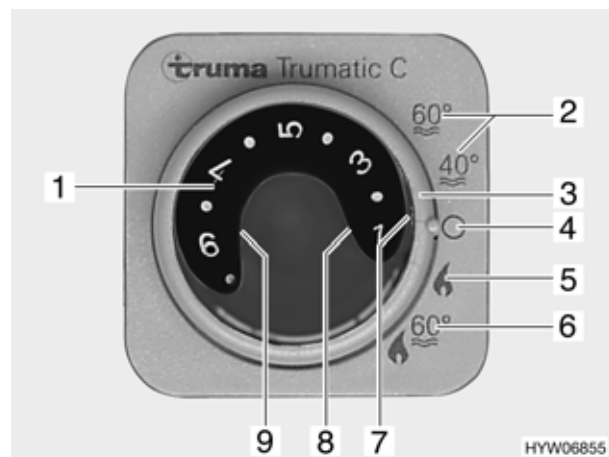

Fig. 142 Centralina di controllo per riscaldamento/boiler
■ Impostare la modalità di funzionamento tramite l'interruttore girevole (Fig. 142,3):
- Funzionamento estivo "40 °C" o "60 °C" (Fig. 142,2)
- Funzionamento invernale "Riscaldamento senza boiler" (Fig. 142,5)
- Funzionamento invernale "Riscaldamento e boiler" (Fig. 142,6)
- Spento (Fig. 142,4)
A seconda della temperatura ambiente desiderata, il riscaldamento seleziona automaticamente il livello del bruciatore necessario. Al raggiungimento della temperatura ambiente desiderata, il bruciatore si spegne. Durante la modalità di funzionamento "Riscaldamento e boiler" (Fig. 142,6) è riscaldata anche l'acqua nel boiler. Nella modalità di funzionamento "Riscaldamento senza boiler" (Fig. 142,5) è possibile far funzionare il riscaldamento con il boiler vuoto.
- Impostare la manopola della temperatura (Fig. 142,1) sulla centralina di controllo scegliendo la temperatura desiderata.
- Posizionare l'interruttore girevole (Fig. 142,3) su funzionamento invernale "Riscaldamento senza boiler" o "Riscaldamento e boiler".
Si accende la luce spia verde (Fig. 142,7).
- Posizionare l'interruttore girevole (Fig. 142,3) su "Spento" (Fig. 142,4).
- ▷ Se il riscaldamento sulla centralina di controllo (Fig. 142) è impostato su funzionamento estivo (Fig. 142,2) e il selettore di energia su funzionamento misto (Fig. 143,4 o 5), il riscaldamento funziona perciò solamente con esercizio a 230 V. Il bruciatore per gas non viene inserito.
La combinazione funzionamento a gas e funzionamento elettrico a 230 V diminuisce il tempo di riscaldamento (è possibile solo se il riscaldamento viene impostato sulla centralina di controllo (Fig. 142) su funzionamento invernale).